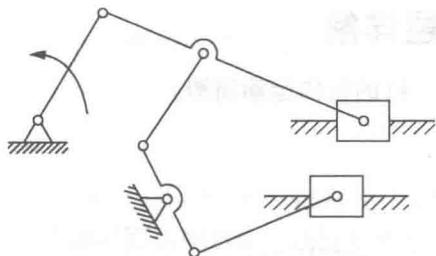

图 1-2-9 发动机机构
1-5 至 1-13 指出机构运动简图(图 1-2-9~图 1-2-17)中的复合铰链、局部自由度和虚约束，计算各机构的自由度。
解：(1) 图 1-2-9 所示机构的自由度为